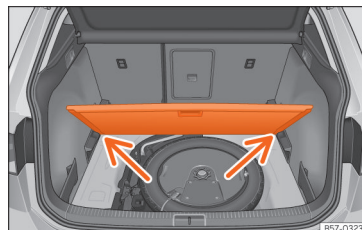

Abb. 120 Variabler Gepäckraumboden: ge-neigte Stellung.
- Legen Sie den Gepäckraumboden auf die dafür vorgesehenen Aufnahmen » Abb. 120 (Pfeile).